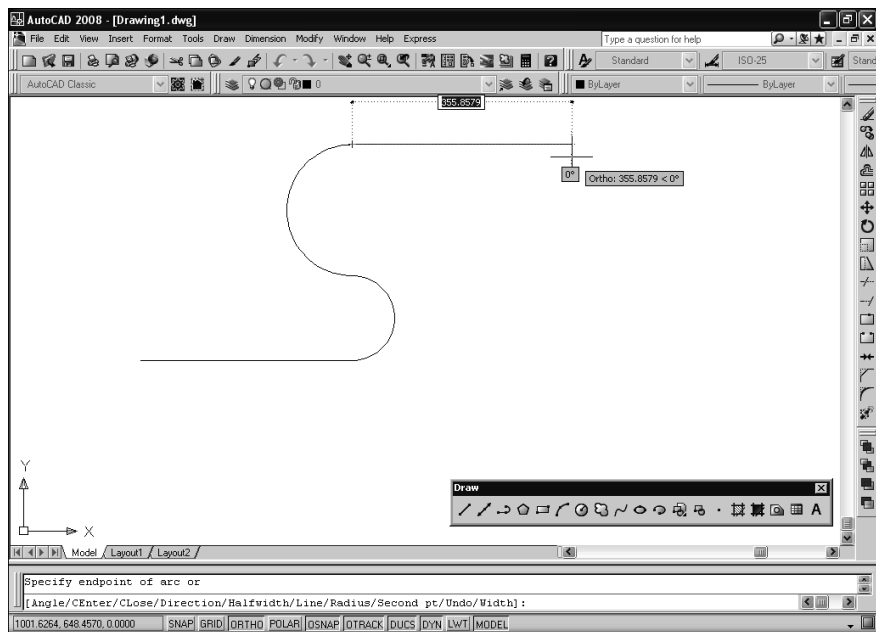

Рис. 2.28. Создание прямолинейного сегмента полилинии
- Задайте вторую точку прямолинейного сегмента (рис. 2.28). AutoCAD создаст этот сегмент и повторит предыдущее приглашение. Вы можете либо выбрать одну из команд режима LINE (ОТРЕЗОК), либо вычертить следующий прямолинейный сегмент.